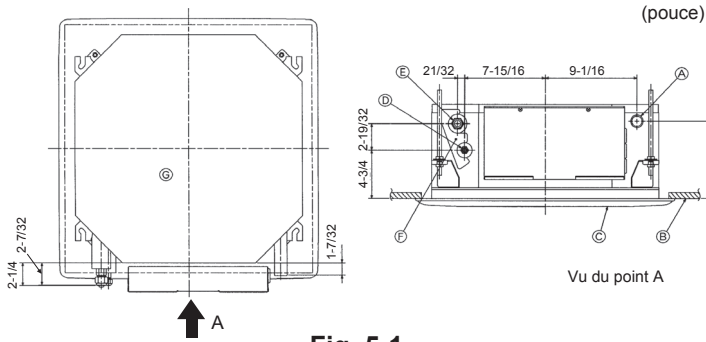

Fig. 5-1
5.1. Emplacement des tuyaux de réfrigérant et d'écoulement de l'appareil intérieur (Fig. 5-1)